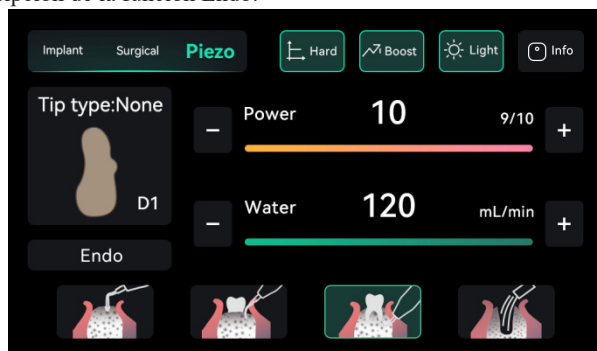

Fig.9
Como se muestra en la Fig.9, cuando se selecciona el modo "Endo" en el marco verde, el dispositivo está en modo endo. En este modo, los botones de función son los mismos que en el modo de corte con hueso.
7.1.2.3 Función Endo (Fig.9)